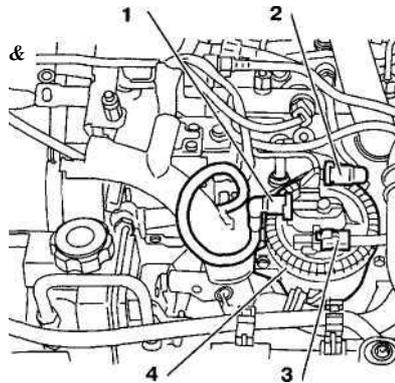

Рис. 7.53. Отсоедините разъем проводки 3. Отсоедините быстросъемные соединения 1 и 2, снимите топливный фильтр 4 вместе с кронштейном.
3. Отсоедините разъем проводки 3 (рис. 7.53). Отсоедините быстросъемные соединения 1 и 2, снимите топливный фильтр 4 вместе с кронштейном.